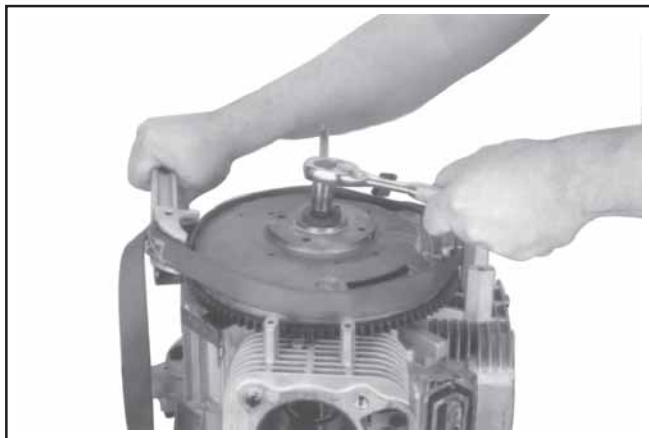

Figure 9-45. Dépose des fixations du volant à l'aide d'une clé spéciale.
1. Utiliser une clé spéciale pour volant ou un outil de maintien (voir la Section 2) pour tenir le volant et desserrer les vis hexagonales à brides attachant le volant au vilebrequin. Voir la Figure 9-45.